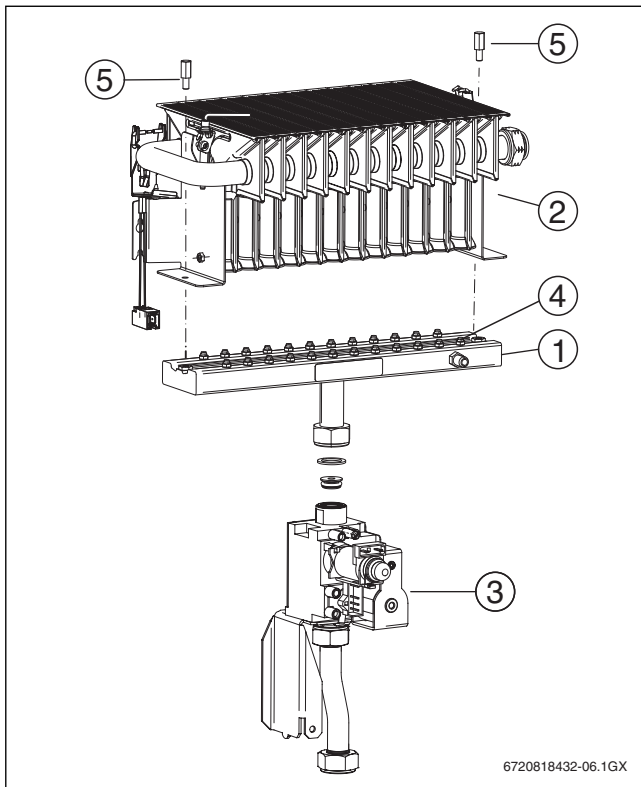

Fig. 58
- ▶ Dévisser les 2 vis (→ fig. 58, [5])